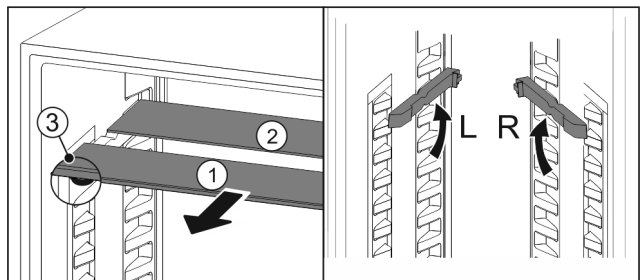

Fig. 161
- ▶ Glasplatten einzeln nach vorne herausziehen Fig. 161 (1).
- ▶ Glasplatte Fig. 161 (1) mit Zierleiste liegt vorne.
- ▶ Stopps Fig. 161 (3) zeigen nach unten.